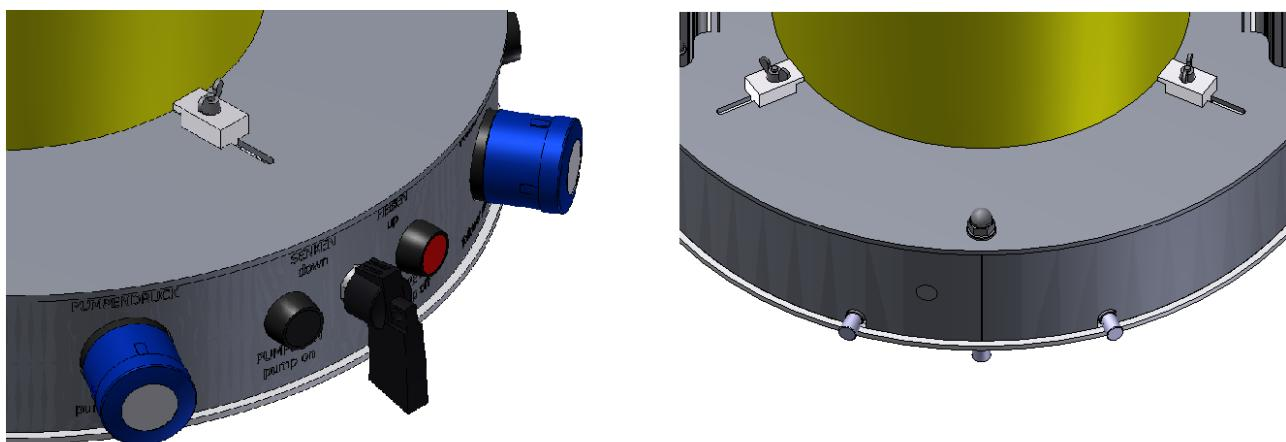

Abb.: 7
- Schieberventil auf dem Pumpenträger (siehe Abb.: 7) schließen (durch nach unten Schieben).